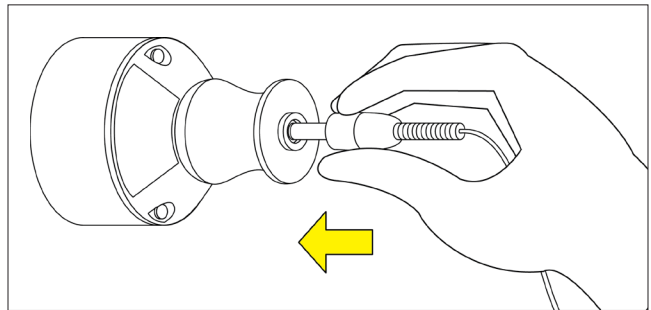

Figura 3. Conecte la clavija del adaptador.
- (a) Conecte la clavija del adaptador ca en la apertura del módulo de energía. Vea la Figura 3.